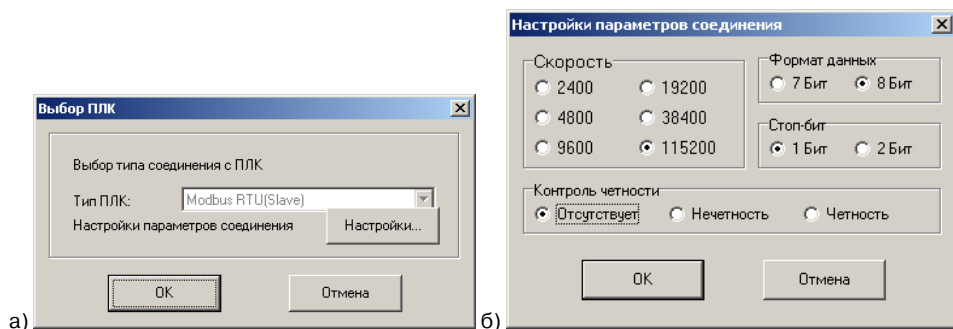

Рис. 7.1. Окна «Выбор ПЛК» (а) и «Настройки параметров проекта» (б)
3. В диалоговом окне выбор типа соединения с ПЛК – выбран Modbus RTU (Slave). см. рис. 7.1, а.
4. В диалоговом окне выбора типа ПЛК – нажать кнопку «Настройки». В открывшемся окне «Настройки параметров соединения» (см. рис. 7.1, б) – установить необходимые параметры (аналогичные параметрам соединения в ПЛК): Скорость – 115200, Формат данных – 8 Бит, Стоп-бит – 1 Бит, Контроль четности – Отсутствует.